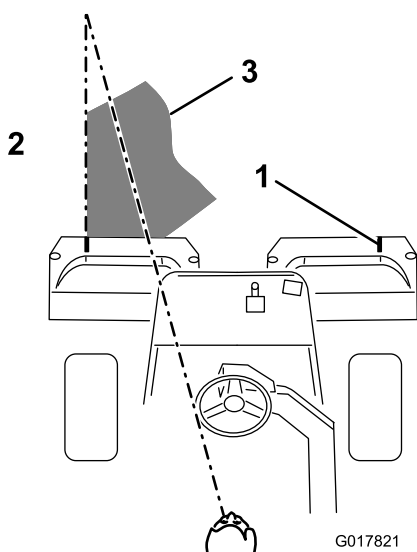

图40
- 掉头回来的下一道，请与前一道保持最小的交叠量。为了保持以直线方式穿过果岭，并使得机器与此前剪草的边缘保持等距，请在机器前到果岭未剪部分的边缘虚构一条长约 1829~3048mm 的视线（图40）。有人发现，将方向盘的外缘看作视线的一部分非常有用；即让方向盘边缘对准与机器前面始终保持等距的某个点（图40）。